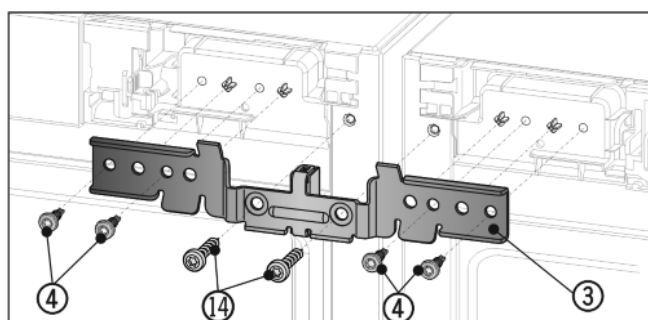

Fig. 7
- ▶ 使用间隔垫片将角 Fig. 7 (3) 推入设备和销钉上。使用四颗螺栓 Fig. 7 (4) 连同先前旋出的地脚螺栓 Fig. 7 (14) 左右交替旋松角。